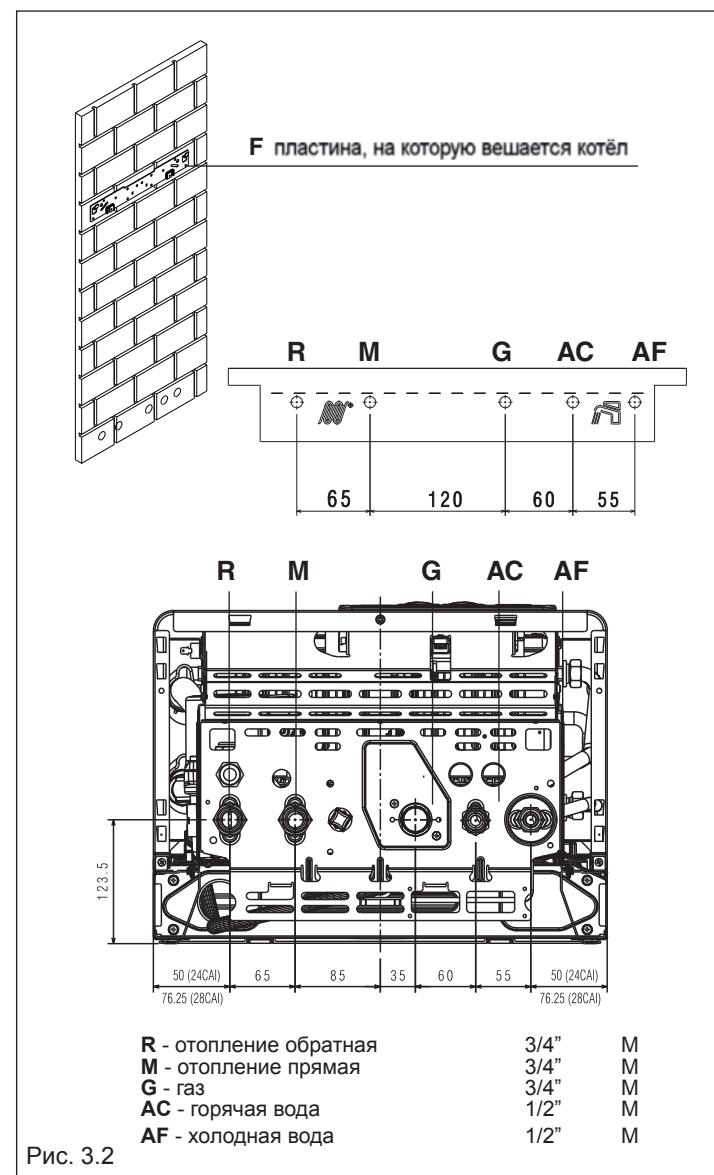

Рис. 3.2
- закрепите кронштейн (F) – рис. 3.2 – на стене и с помощью уровня проверьте, чтобы она находились в идеальном
На рис. 3.2 описаны расположение и размеры для гидравлических подключений: